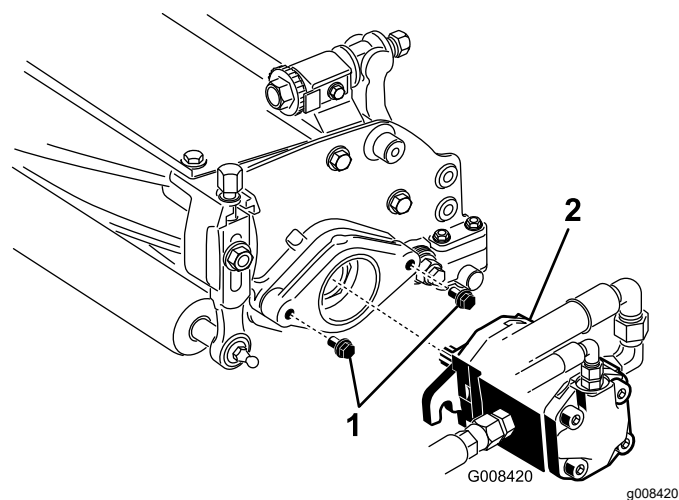

Figura 9
7. Certifique-se de que deixa uma folga de aproximadamente 13 mm em cada parafuso de montagem do motor da transmissão do cilindro (Figura 9).
8. Cubra o veio estriado do motor com massa lubrificante limpa e monte o motor rodando-o no sentido dos ponteiros do relógio até que a folga das cavilhas tenha sido eliminada. Rode o motor no sentido contrário aos ponteiros do relógio até que as flanges envolvam as cavilhas (Figura 9).
9. Aperte os parafusos de montagem (Figura 9).